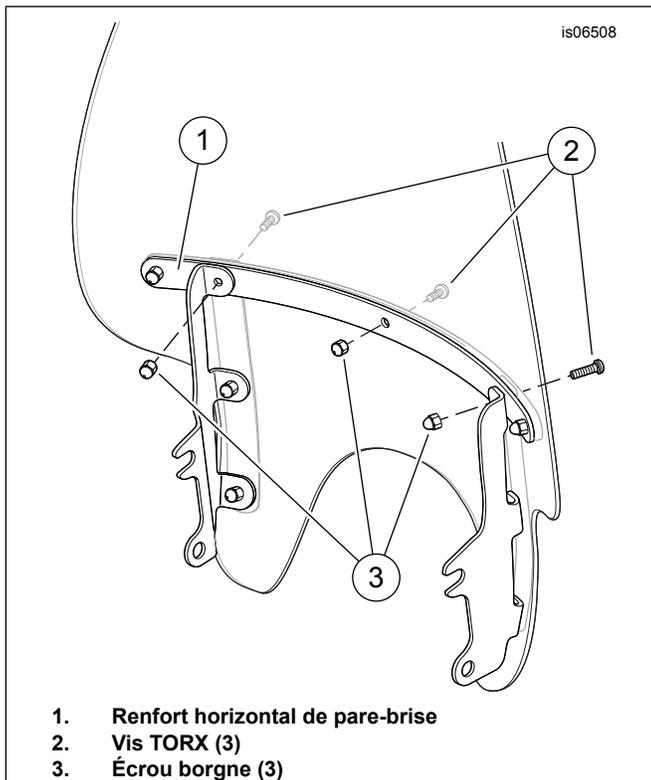

Figure 3. Retirer les fixations supérieures du pare-brise (typique)
2. Voir Figure 3. En saisissant les écrous borgnes (3) sur le côté arrière, retirer les trois vis TORX **les plus intérieures** (2) qui attachent le renfort horizontal de pare-brise (1). Conserver les écrous borgnes pour l'installation. Jeter les vis.